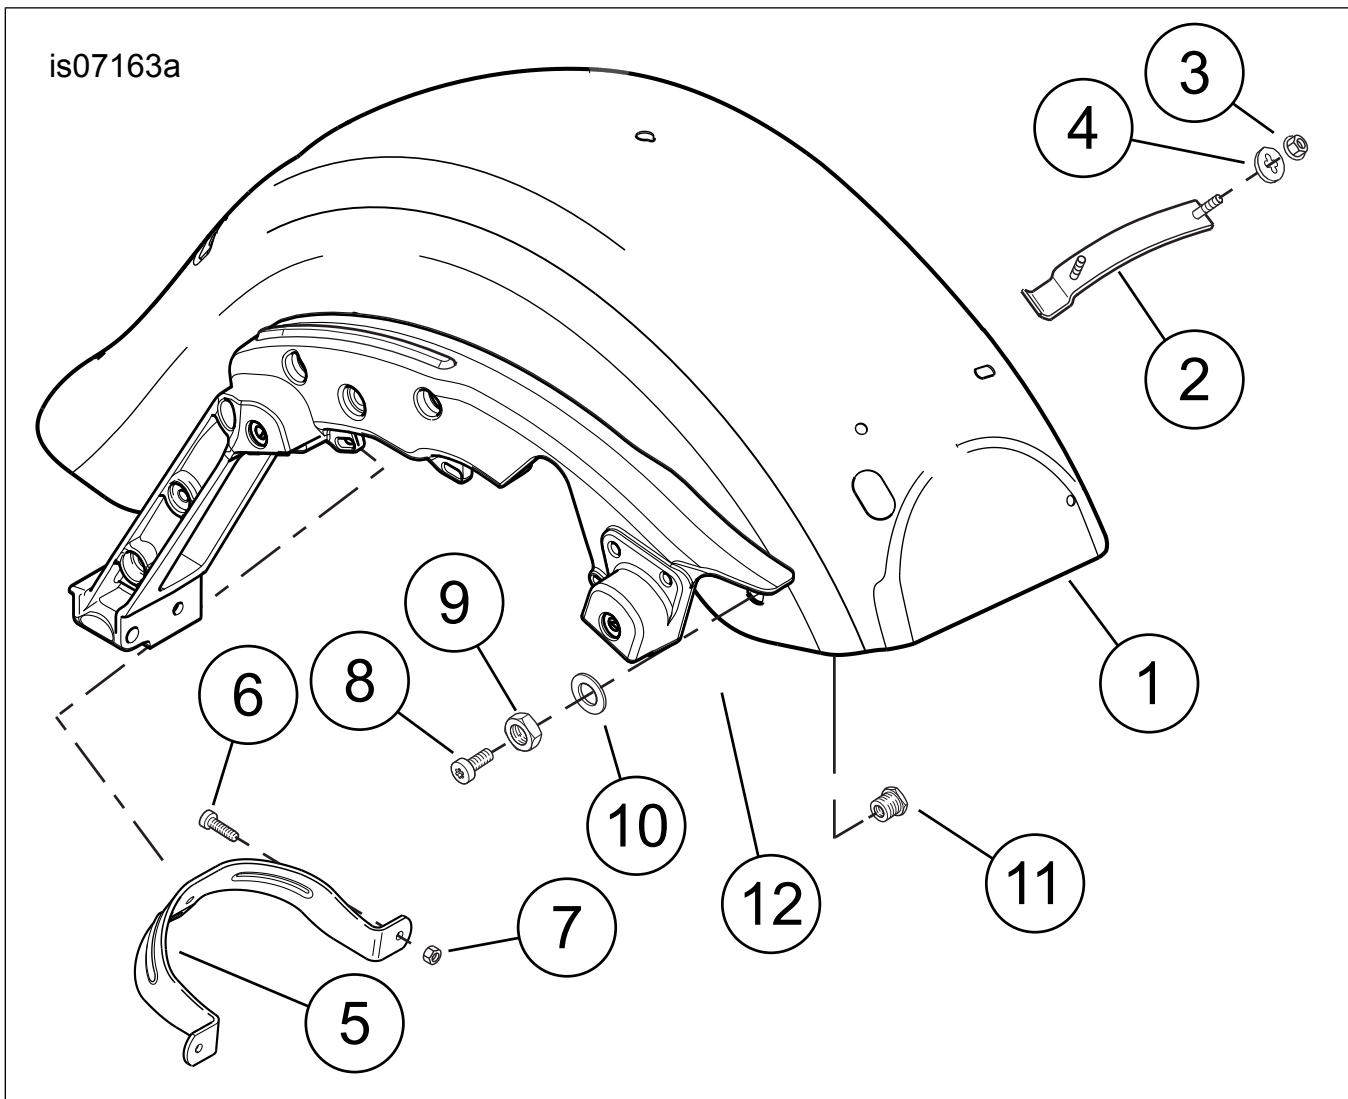

Figure 3. Schéma de câblage, faisceau audio 69200321
3. Si un faisceau est actuellement connecté à la prise femelle du faisceau d'interconnexion de véhicule à six fiches [6B] et au réceptacle à 35 fiches [28A] à l'arrière de la radio, déconnecter et retirer ce faisceau du véhicule. Voir Figure 3 et Tableau 1 Tableau 1, élément 1. Brancher la prise mâle noire du faisceau audio à 6 fiches [6A] (marquée « CONNECTOR 6 » [connecteur 6]) du **nouveau** faisceau audio sur la prise femelle de faisceau d'interconnexion de véhicule [6B].
- 10,2 cm (4 pouces) de long, marquée « AMP (149) », avec la prise femelle Molex à 16 fiches [149B] (élément 8) pour l'amplificateur avant.
4. Voir Figure 3 et Tableau 1 Tableau 1. Brancher le connecteur à deux fiches [35FB] (2) sur le haut-parleur de carénage gauche. Brancher le connecteur à deux fiches [35TB] (4) sur le haut-parleur d'aigus gauche.
5. Brancher la prise femelle Molex à 16 fiches [149B] (8) sur l'amplificateur avant.